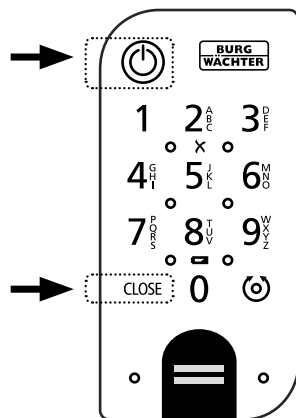

Fig. 7
- 1 Activez le clavier en appuyant sur la touche ON (Marche) ou sur la touche CLOSE (Fig. 7).